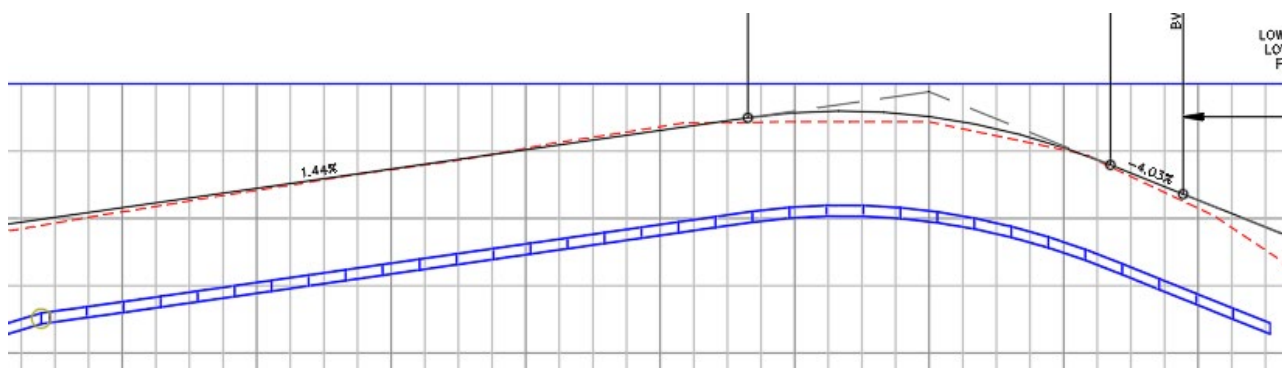

Рис. 2.13. Труба, разделенная на сегменты для сохранения постоянной глубины относительно поверхности грунта
54. Нажмите клавишу **Enter**, затем по запросу о глубине заложения относительно поверхности в командной строке введите значение *1,5*. Нажмите клавишу **Enter**, чтобы завершить выполнение команды. После этого труба разделяется на несколько сегментов, чтобы сохранить постоянную глубину относительно поверхности грунта (рис. 2.13).